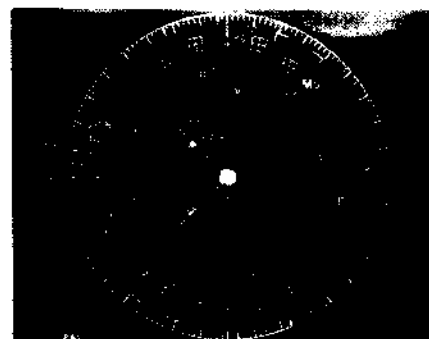

Abb. 4.12 Einstellung für Eliminierung von Trägerfrequenzresten
4. Den CARRI LEAK 1 Regler (RT1301) und den CARRI LEAK 2 Regler (RT1302) so einstellen, daß der helle Abschnitt des Vektors in der Mitte des Vektorskop-Bildschirms angeordnet ist (siehe Abb. 4.12).